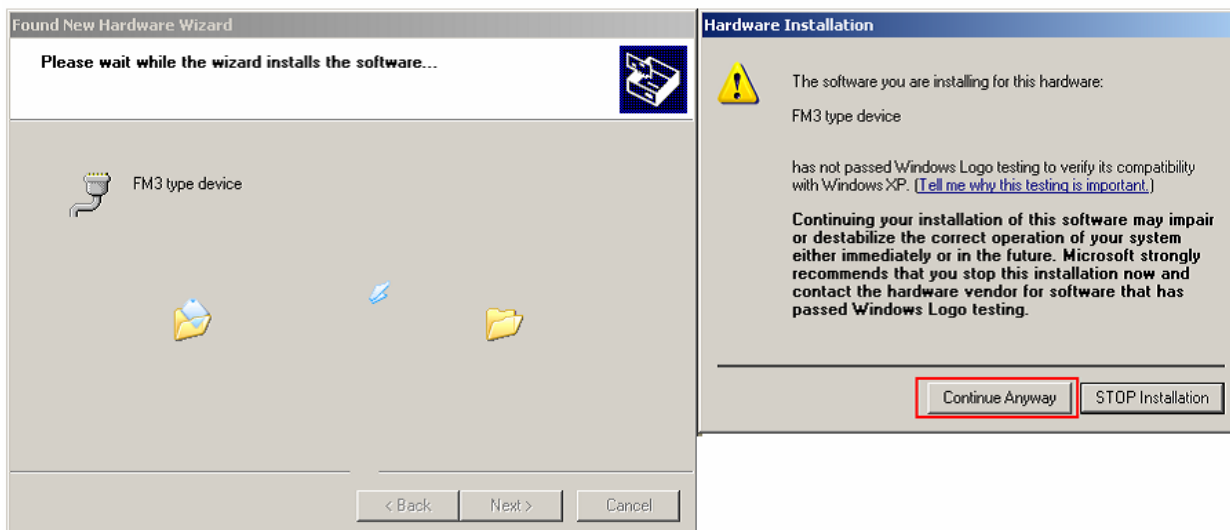

Рис. 5.2.3.4 Установка драйвера.
4. Идет установка драйвера. При появлении соответствующего запроса нажмите «Продолжить» (рис. 5.2.3.4).